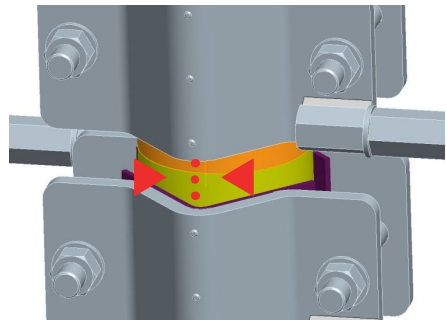

Abbildung 11.1
2. Die beiden Enden aneinander nähern, oberen Schaft und unteren Schaft verschrauben und leicht drehen, ohne unnatürliche Bewegungen zu erzwingen. ACHTUNG: Nach Schließung des Schaftes um eine halbe Drehung aufschrauben und zur endgültigen Schließung schnell wiederverschrauben. Bitte prüfen, dass beide Elemente ausgerichtet sind (**Abb. 11.1**).